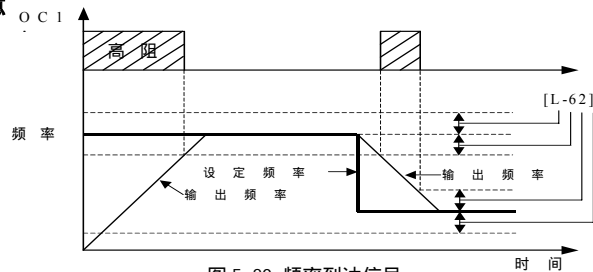

图 5-20 频率到达信号
- 1:频率到达。当变频器的输出频率接近设定频率到一定范围时(该范围由参数 L-62 确定, $[b-0] = 0$ 时,固定为 5.00Hz),输出有效信号(低电平)。频率到达信号如图:5-20 所示。